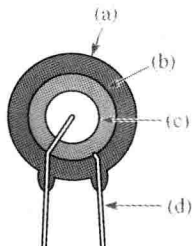

图 9-62
17. 参考图 9-8b 识别图 9-62 所示的陶瓷片式电容器剖视图的各个部分。